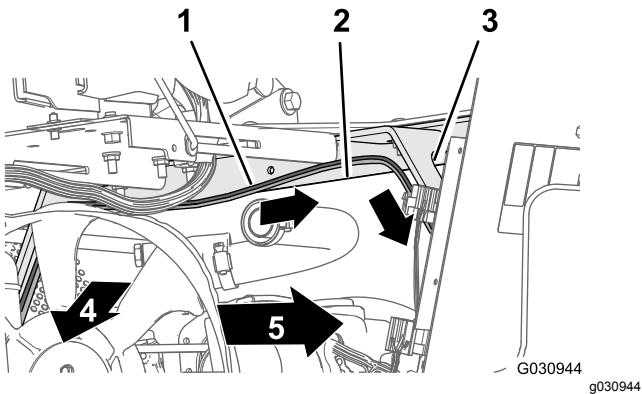

Figura 115
- Enrute la rama de 108 cm del arnés de cables a través del ángulo de la caja del asiento y hacia abajo por el soporte izquierdo de la cubierta del motor (Figura 115).